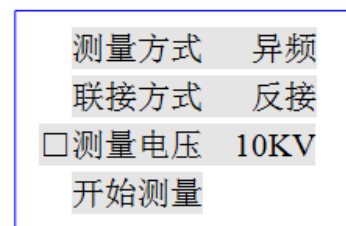

图 6 测量电压
- ③ 按“确认”键，光标进入“联接方式 □ 正接”，按“↑”、“↓”键，则调整为“联接方式 □ 反接”，按“退出”键，光标移至首位，再按“↓”键，将光标移至下一排“测量电压”前，见图 6 所示。